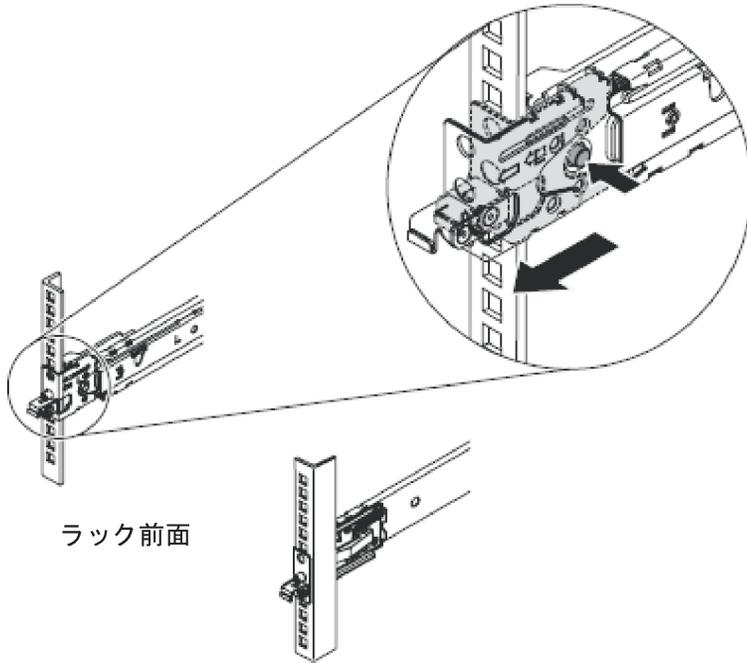

図 41. スライド・レールの前部端の取り外し
3. 72 ページの図 41 に示すように、スライド・レールの前部端を取り外します。
4. 図 41 に示すように、スライド・レールの後部端を取り外します。